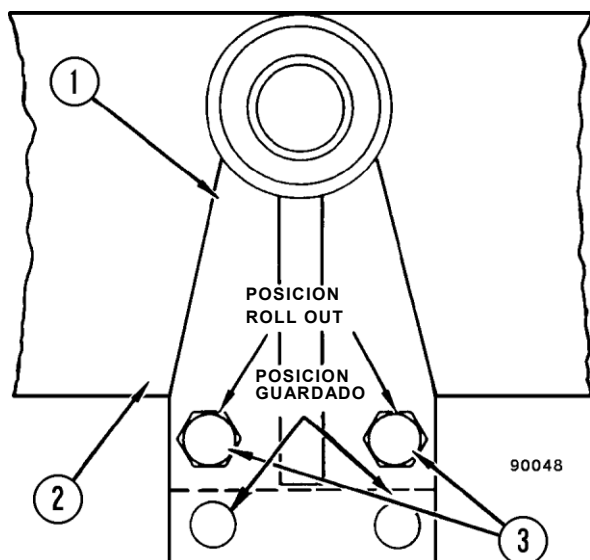

FIGURA 2-9. RODILLOS BASTIDOR
3. Retire los tornillos de cabeza plana y montaje de las tapas que sujetan el bastidor de montaje de cojinetes (2) en el sub-marco trasero.
5. Coloque una gata debajo de la parte posterior del módulo de potencia. Levante la porción trasera del sub-marco del motor e instale los rodillos del sub-marco (ver figura 2-9). Baje la porción trasera del sub-marco con cuidado hasta que los rodillos se apoyen en el carril guía del chasis principal.
NOTA: Los rodillos del sub-marco están equipados en el grupo de herramientas del camión y pueden ser instalados en la posición de almacenamiento después de su uso como se muestra en la figura 2-9.